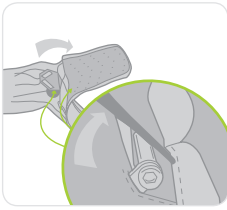

Abbildung 9
- Reißverschluss auf der Rückseite des Rucksacks öffnen und Gurtverbindung auf Anzeichen von Beschädigung, Verbiegung, Korrosion oder Rissen überprüfen. Sicherstellen, dass der Befestigungsbolzen sicher befestigt ist (siehe Abbildung 9). Bei offensichtlicher Beschädigung nicht verwenden. Nehmen Sie das Latchways PRD außer Betrieb und schicken Sie es an Latchways zurück.